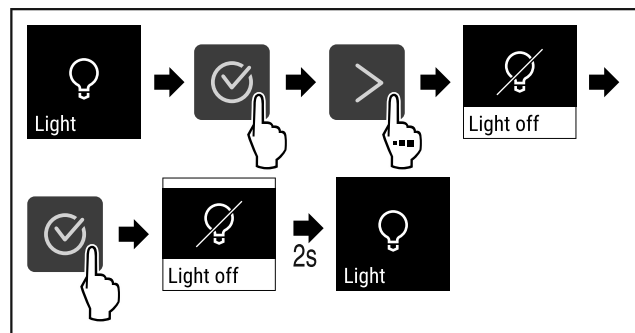

Fig. 68
- ▶ Изпълнете стъпките (виж Fig. 68).